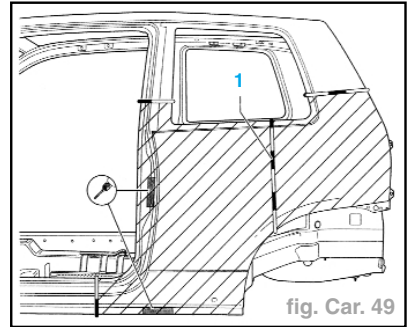

fig. Car. 49
- Tracer la ligne de coupe sur les montants **B** et **C** en fonction de la zone endommagée (fig. Car. 49).